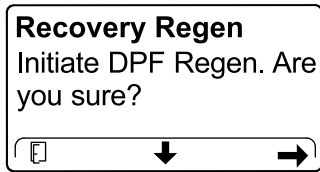

Figura 64
4. No ecrã INICIAR REGENERAÇÃO DO DPF, prima o botão direito para continuar (Figura 64).